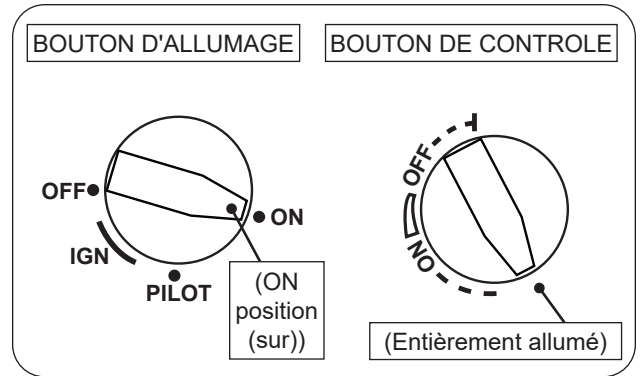

Fig. 51-1 Éclairage manuel
1. Assurez-vous que la veilleuse brûle. Tournez le bouton d'allumage dans le sens antihoraire ↺ sur **ON** (sur) (voir Fig. 51-1).
2. Tournez le bouton de commande dans le sens antihoraire ↺ jusqu'à la position complètement ON (sur) pour allumer le brûleur (voir Fig. 51-1).